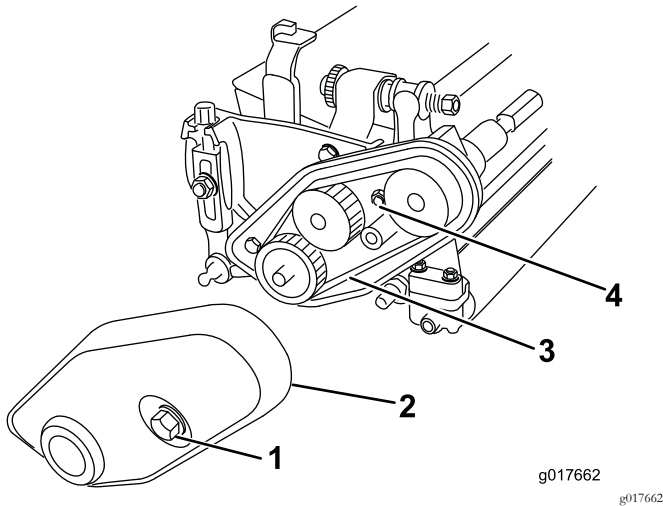

图4
- 1. 旋松将皮带罩固定至滚刀组左端的固定螺栓、直至拆下皮带罩 图4。
- 2. 旋松皮带拉紧螺母然后拆下皮带 图4。